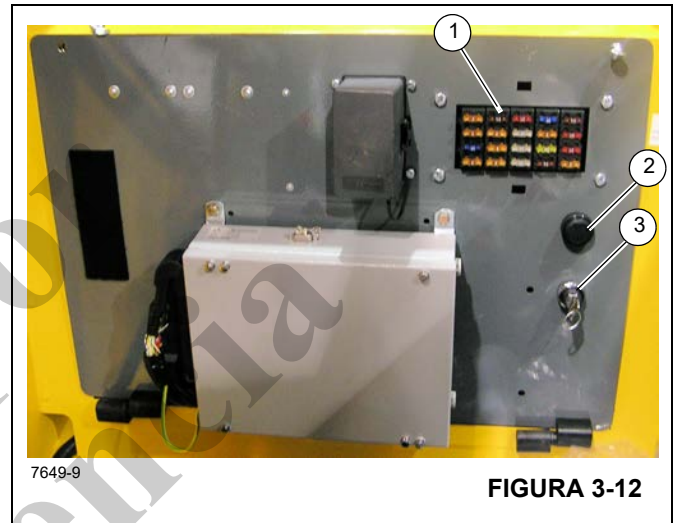

FIGURA 3-12
El tablero de fusibles (1) (Figura 3-12) se encuentra detrás del asiento de la cabina en el conjunto de tablero de relés y fusibles de la cabina. Contiene 20 fusibles que protegen los diversos componentes eléctricos de la grúa.
El interruptor de anulación de emergencia del RCL (3, Figura 3-12) es un interruptor accionado con llave que se encuentra dentro de la cabina del operador, en el conjunto del tablero, detrás del asiento del operador. Cuando se acciona (en sentido horario), el interruptor anula y evita que el RCL bloquee las tres funciones de la grúa (bajada de la pluma, extensión del mecanismo telescópico y elevación del malacate), lo que ocasionaría una condición de sobrecarga o de contacto entre bloques.